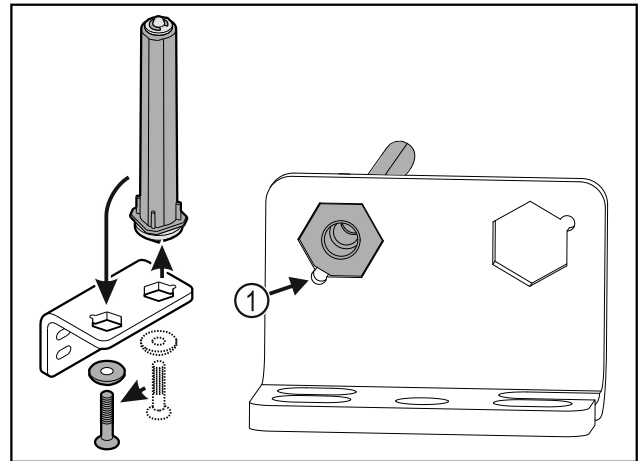

Fig. 35
- ▶ Проследите за тем, чтобы при установке скоп с пальца Fig. 35 (1) указывал в направлении круглого отверстия.